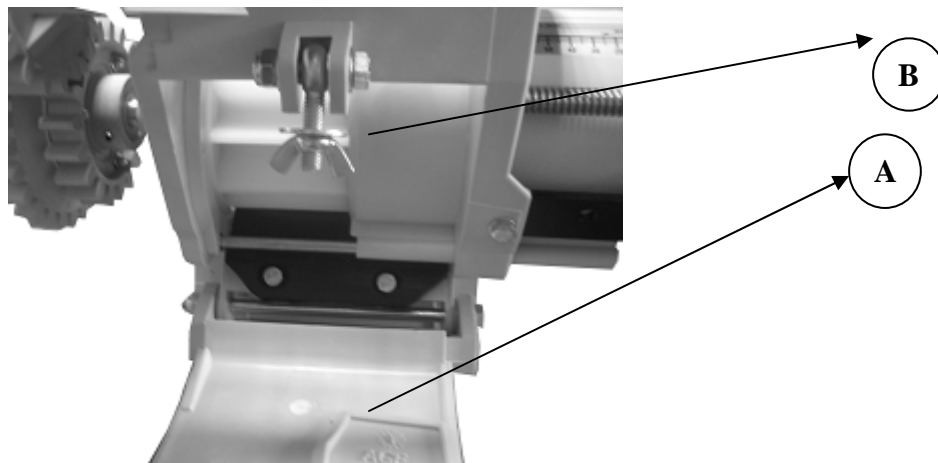

Fig 19-00
Pour vider la trémie, regardez la fig. 19-00: ouvrez la trappe (A) en dévissant la vis (B).